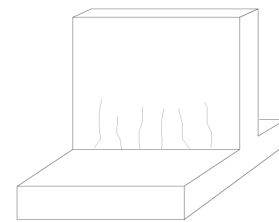

Fig.1: www.es.wikibooks.org/
- B.1.** Aparecen localizadas distribuidas uniformemente en la zona inferior de muros de espesor considerable junto a la zapata. (Fig.1)